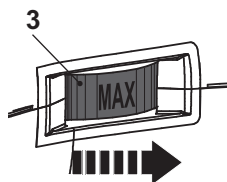

Fig. 9
- > Tournez la molette de réglage de la vitesse (3) vers la droite (du point de vue indiqué ci-dessous) pour réduire la vitesse maximale (Fig. 9). Le réglage plus lent est adapté pour poncer avec des feuilles abrasives à gros grain pour éliminer les peintures et vernis.